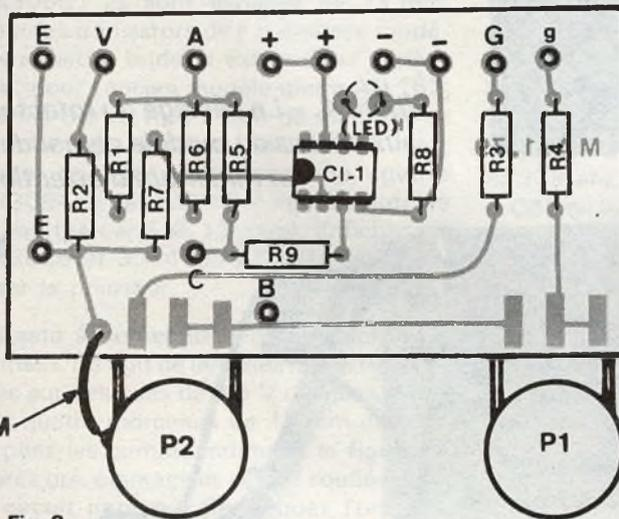

Fig. 2
**Le circuit imprimé (fig. 2)**
**Fig. 2. et 3. - Cosse A = alimentation positive ou négative. - Cosse B = base du transistor. - Cosse C = collecteur du transistor. - Cosse E = émetteur et potentiel de masse. - Cosse g = gain faible ( $\beta$  10 à 300). - Cosse G = gain fort ( $\beta$  250 à 950). - Cosse V = demi-tension d'alimentation (4,5 V). - Cosse - = moins de la pile. - Cosse + = plus de la pile quand K1 fermé.**